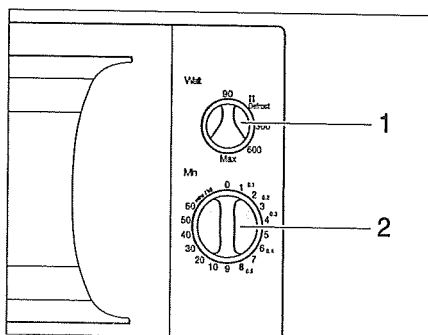

Bild 128 Reglage för mikrovågsugn
- Välj effekt med vridregulatorn (Bild 128,1).
- Välj tiden med vridregulatorn (Bild 128,2). Processen startar.